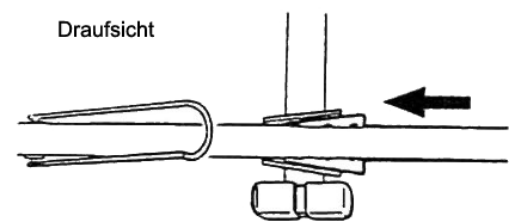

Bild 7
- a. Schieben Sie konischen Platten in die entsprechenden Aufnahmen. (Bild 7)